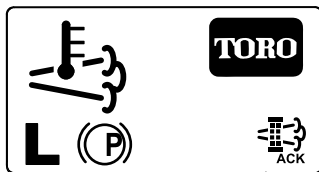

Figure 84
8. L'InfoCenter affiche l'écran d'accueil et l'icône de confirmation de régénération (Figure 84) apparaît en bas à droite de l'écran pendant le processus de régénération.